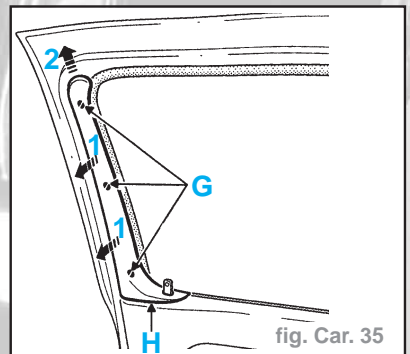

fig. Car. 35
- Avant de déposer la garniture de porte, déclipser la garniture (1) de montant de porte (G) et soulever celle-ci (2) pour la déclipser (H) (fig. Car. 35).